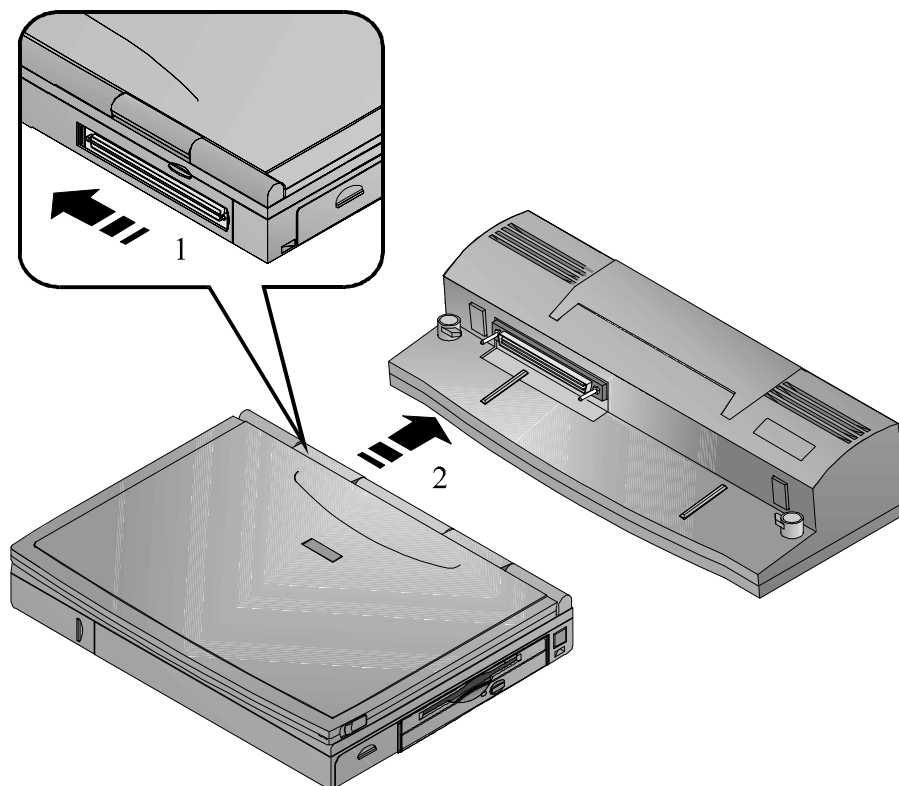

Figura 6-13: Collegamento del notebook al replicatore di porta
1. Individuare la porta a 240 pin del Minidock sul lato anteriore di sinistra del Minidock. Il connettore a 240 pin sul retro del notebook è protetto da uno sportellino di plastica. Far scorrere lo sportellino a sinistra finché non scatta nella posizione aperta (figura 6-13, passo 1).
2. Si noti che sul lato sinistro e sul lato destro della piattaforma Minidock si trovano due guide. Queste guide corrispondono a due scanalature presenti sul fondo del notebook. Posizionare il notebook sulla piattaforma Minidock, allineando le guide con le scanalature (figura 6-13, passo 2).